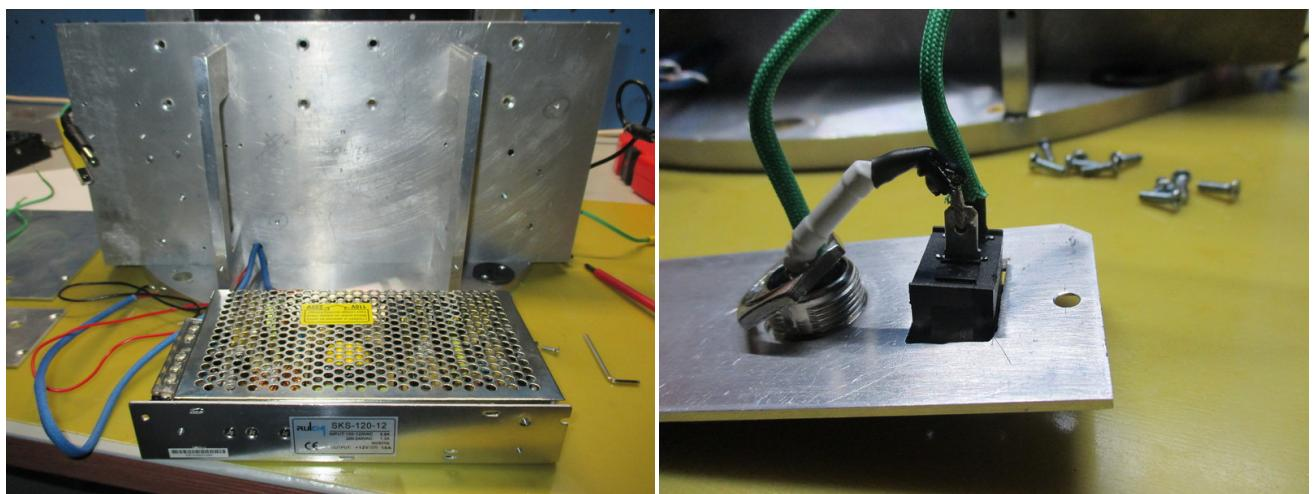

Рис. 22: Отсоединение блока питания и силовых элементов.
**9.** Ослабить винты на клеммнике блока питания. Отсоединить проводку и вынуть блок питания. На рис. 22 справа изображена крышка тумблера и разъема питания. Конфигурация разъема питания следующая: контакт 1 – заземление, 2 – нуль, 3 – фаза. Фазовый контакт посредством плавкого цилиндрического предохранителя на  $0.5 \div 1$  А соединяется с тумблером питания.